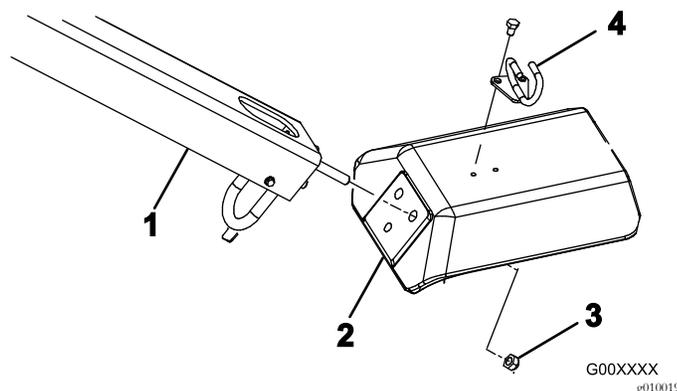

Figura 4
2. Inserite i prigionieri di montaggio dell'impugnatura nei fori della forcella (Figura 4).
3. Fissate i prigionieri dell'impugnatura alla forcella con 3 dadi di bloccaggio (1/2") (Figura 4)
5. Montate la guida del cavo in cima alla forcella con 2 bulloni (5/16" x 1/2") (Figura 4).